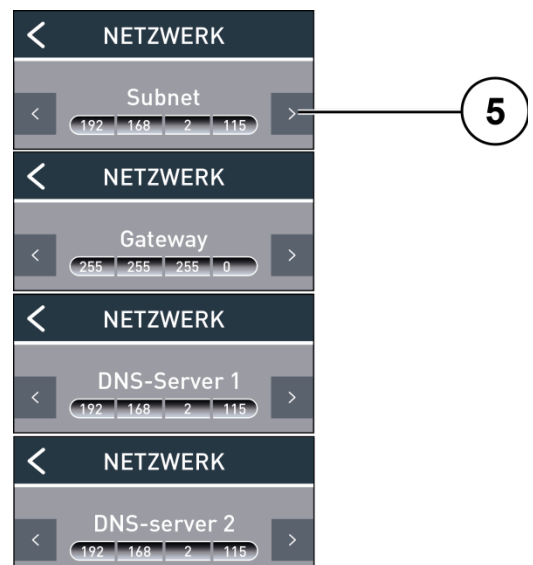

Abb. 20: Adressen ändern
- Tippen Sie auf den *Vorwärts-Blättern-Button* **(5)**, um die Adresse des *Subnetz*, des *Gateway*, des *DNS-Server 1* und des *DNS-Server 2* zu ändern (Abb. 20).